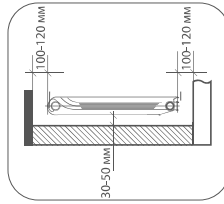

рис. 1
**1. Для эффективной работы радиатора необходимо соблюдать монтажные расстояния, указанные на рис. 1**